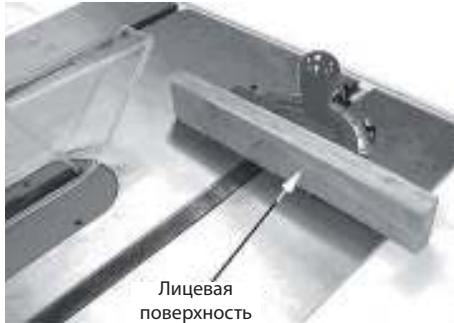

Рис. 27
- Для підвищення безпеки під час перечного розпилу неправильних за формою дерев'яних заготовок (Рис. 27) прикладіть її до кутового вимірювача, використовуючи отвори вимірювача.